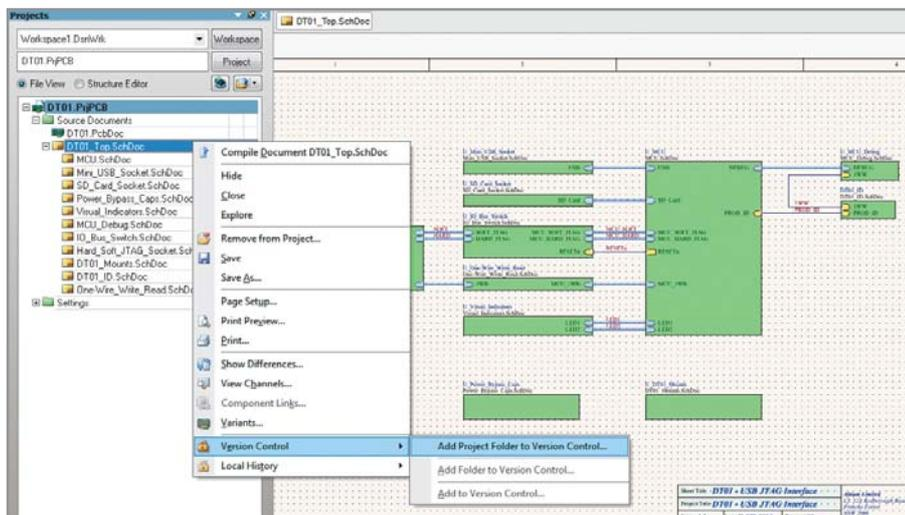

Рис. 5. Добавление проекта в хранилище
- в панели Projects щёлкнем ПКМ на любом файле или проекте целиком и выберем *Version Control > Add Project Folder to Version Control...* (см. рис. 5).